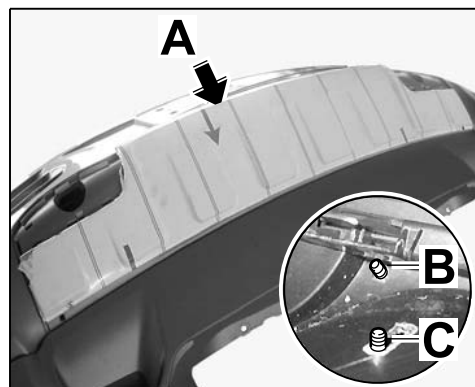

Рис. 8
- 2.2 Воспользовавшись помощью второго механика, осторожно установить накладку передней части кузова из высококачественной стали ⇒ *Рис. 8 -А-* на облицовку передней части кузова ⇒ *Рис. 8 -стрелка-*, при этом крепежные цапфы накладки ввести в круглые отверстия ⇒ *Рис. 8 -В-* и продольные отверстия ⇒ *Рис. 8 -С-* облицовки передней части кузова.